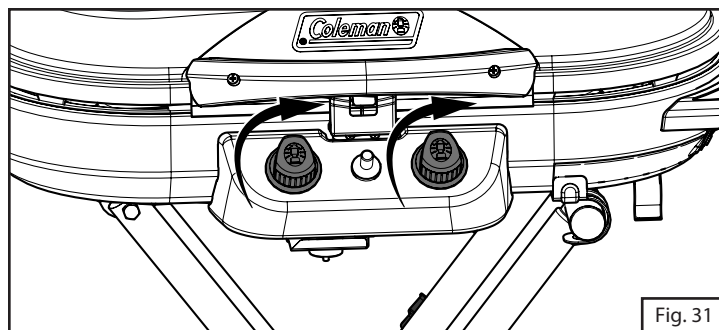

Fig. 31
- Cierre las dos perillas de mando. (Fig. 31)